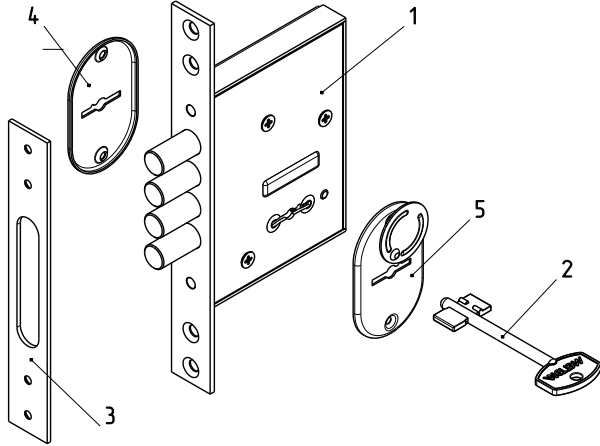

Рис.1
Комплектность замка приведена в таблице и показана на рис. 1.
- 4.1. Внешний вид и установочные размеры замка показаны на рис.1,2.